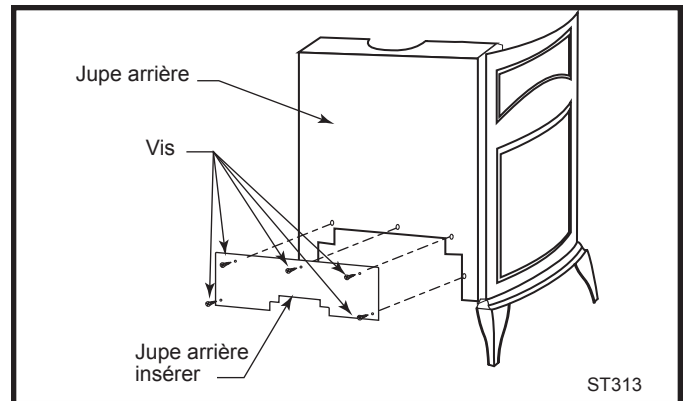
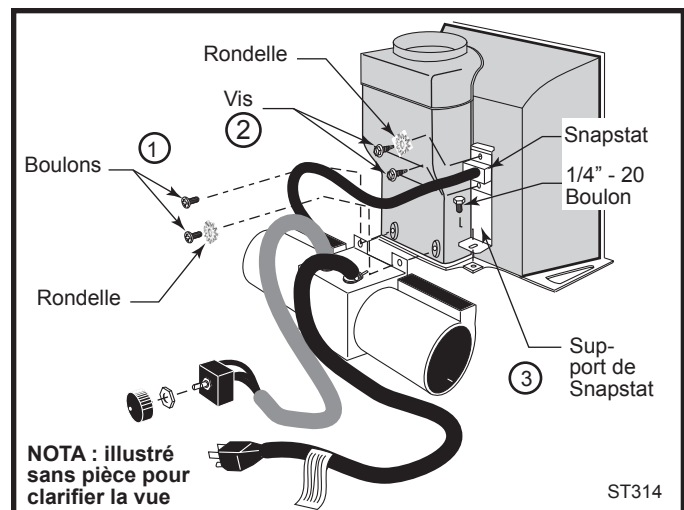

Fig. 15 Retirez le jupe arrière insérer.
Fig. 16 Fixez la soufflante et le dispositif snapstat.
2. Retirez le panneau arrière de la jupe situé au bas de la jupe arrière (Fig. 15) et fixez l'ensemble de la soufflante au dos de la chambre de combustion à l'aide de deux (2) vis de type Phillips à tête arrondie déjà installées en place. ('1', Fig. 16)
- Fixez le dispositif snapstat à son support au moyen de deux vis à tête. Fixez ensuite ce dernier à la tôle de protection latérale. (Fig. 16)